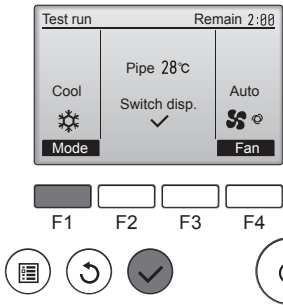

Fig. 8-3
- Pulse el botón [F1] para cambiar el modo de funcionamiento. (Fig. 8-3)